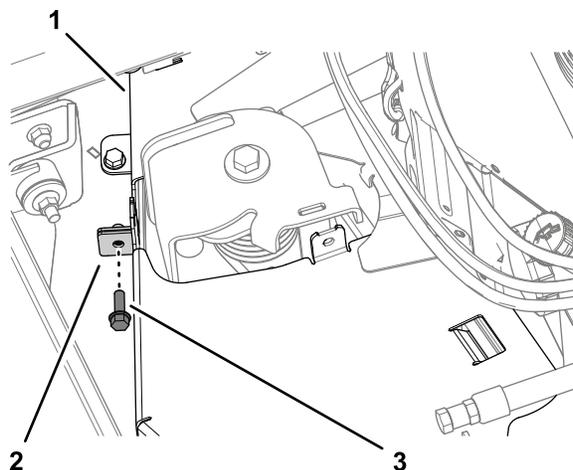

図 44
3. ベルトカバーのフランジをフランジヘッドねじで固定する 図 44 左側ベルトカバーの取り外し \(ページ 26\) で外したねじを使用する。